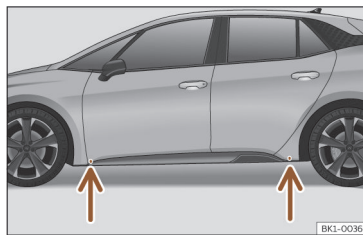

Fig. 201 Points de prise du cric.
- Recherchez sur le bas de caisse la marque du point d'appui du cric (zone renforcée) le plus proche de la roue à changer >>> **fig. 201.**